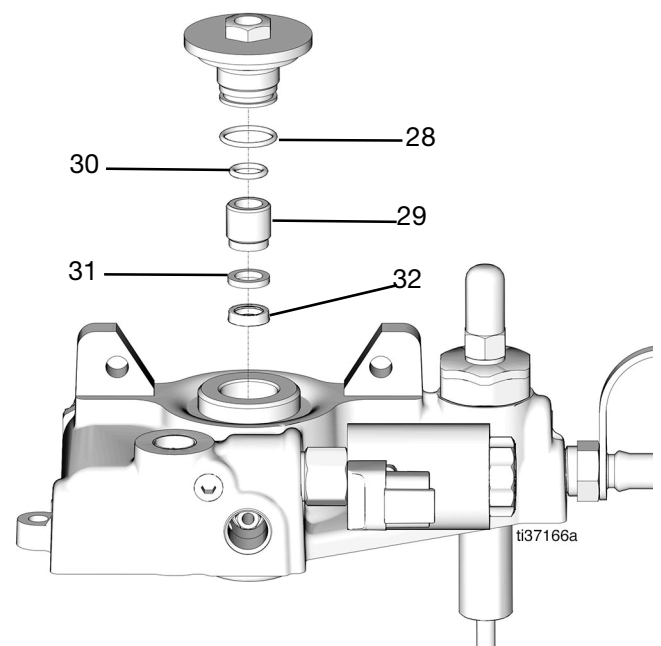

Рис. 48
31. Снимите внешнее уплотнительное кольцо (28) со стопорной гайки (Рис. 48).
32. Снимите винт горловины (29), чтобы достать внутреннее уплотнительное кольцо (30) (Рис. 48).
33. Снимите бронзовую шайбу (31) с корпуса насоса (Рис. 48).
34. Снимите уплотнение горловины (32) (U-образное) (Рис. 48).